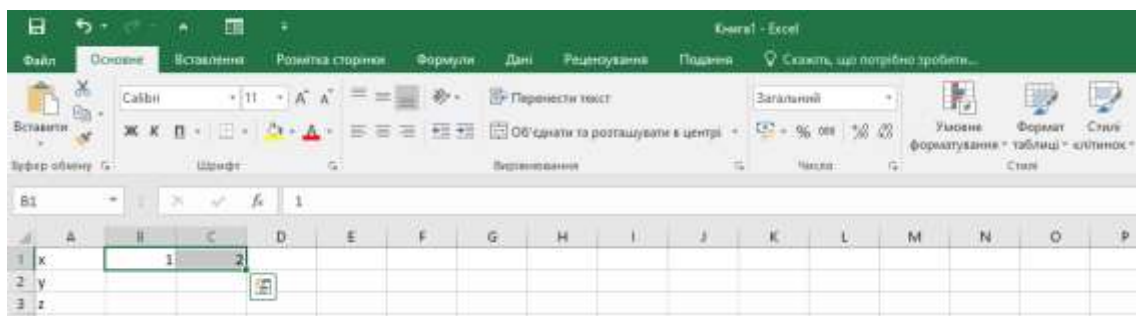

Рисунок 2.18 – Заповнення таблиці послідовними значеннями
7. Для автоматичного заповнення таблиці наберіть дві послідовні цифри, виділіть їх та протягніть до потрібного значення (рисунок 2.18).